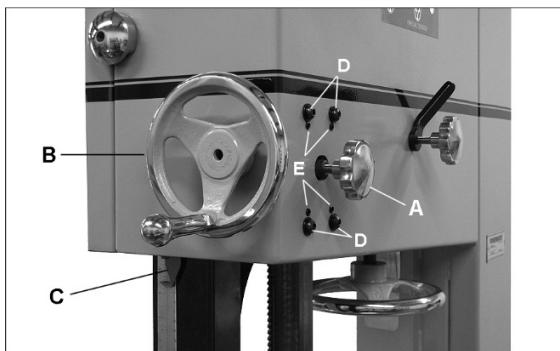

Рис. 32: регулировка направляющей стойки
См. Рис. 32.
2. Ослабьте ручку фиксации направляющей стойки (Рис. 32, А) и поднимите или опустите стойку путем вращения маховика (Рис. 32, В).
3. Расположите узел направляющих так, чтобы расстояние между нижней частью направляющих подшипников и обрабатываемым материалом составляло около 5 мм. Или просто опускайте направляющую стойку до тех пор, пока указатель шкалы (Рис. 32, С) не покажет высоту заготовки. Это обеспечит минимальный зазор между заготовкой и направляющими подшипниками, что максимально снизит отклонение пильного полотна, а также повысит безопасность оператора.
4. Затяните ручку фиксации направляющей стойки (Рис. 32, А).
4. Ослабьте запорный рычаг (Рис. 32, А) и поднимите направляющую стойку в верхнее положение.
6. Если направляющая стойка ходит вверх и вниз не по прямой (пильное полотно отклоняется, когда направляющая стойка поднята), слегка ослабьте четыре винта (Рис. 32, Д).
7. Выравнивание вправо/влево осуществляется путем совместной регулировки четырех винтов (Рис. 32, Д); выравнивание вперед/назад осуществляется с помощью регулировочных винтов (Рис. 32, Е).
8. По завершении регулировки плотно затяните винты (Рис. 32, Д).